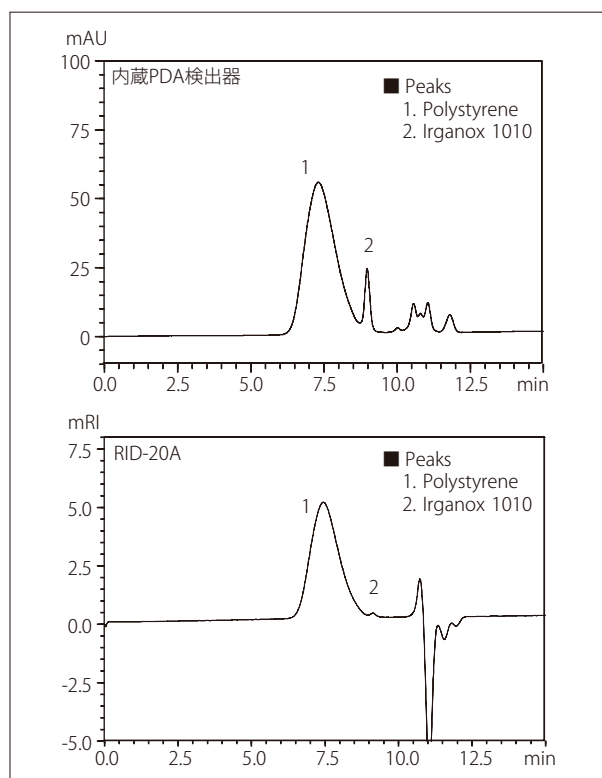
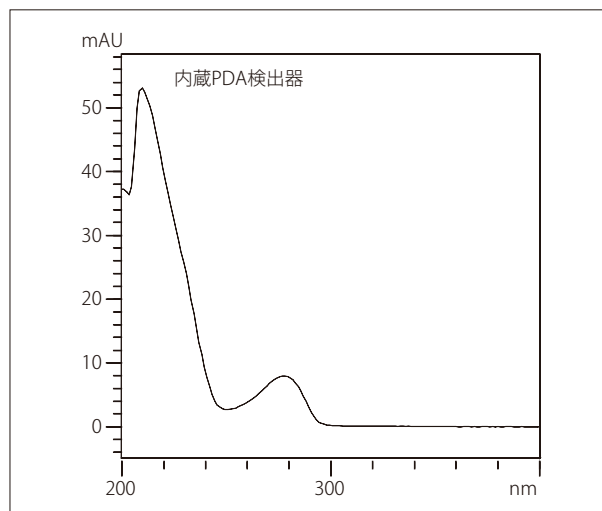

Fig. 1 添加剤含有ポリスチレン (PS) のクロマトグラム (5 g/L, 5 μ L 注入)
Fig. 2 Irganox 1010 のスペクトル
本アプリケーションニュースでは、ヒンダードフェノール系酸化防止剤に代表される Irganox 1010 をポリスチレン (PS) に少量添加したものを分析しました。Fig. 1 に添加剤含有 PS (5 g/L) を 5 μ L 注入した結果を、Fig. 2 に Prominence-i の内蔵 PDA 検出器により得られた Irganox 1010 のスペクトルを、Table 1 にその分析条件を示します。分析カラムは校正曲線が直線になるカラム、KF-804L を、移動相は安定剤を含有しないテトラヒドロフラン (THF) を用いました。
Fig. 1 に示したように、約 7.5 分に溶出した PS の直後に Irganox 1010 のピークを検出しました。示差屈折率検出ではわずかに検出された添加剤のピークは、PDA 検出の検出波長を最適化することにより、高感度に検出され、定量可能となります。また、Fig. 2 に示したように、PDA 検出器から得られた UV スペクトルを用いて、Irganox 1010 の定性が可能です。
この検量線より、Fig. 1 の Irganox 1010 の含有量は、10.8 mg/g ポリスチレン (PS) となりました。